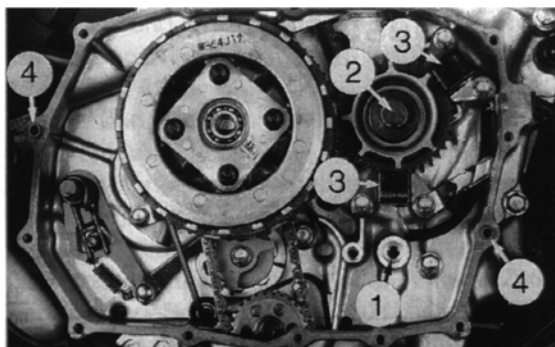

Bild 69
- Primärtrieb-Schraube ② Bild 68 auf Kurbelwelle lösen. Dazu Primärtrieb Zahnräder mit fusselfreiem verdrehten Putzlappen blockieren (Bild 69) und Schraube lockern. Dieser Arbeitsgang entfällt natürlich, wenn es nur darum geht, Kupplungsbeläge zu erneuern.